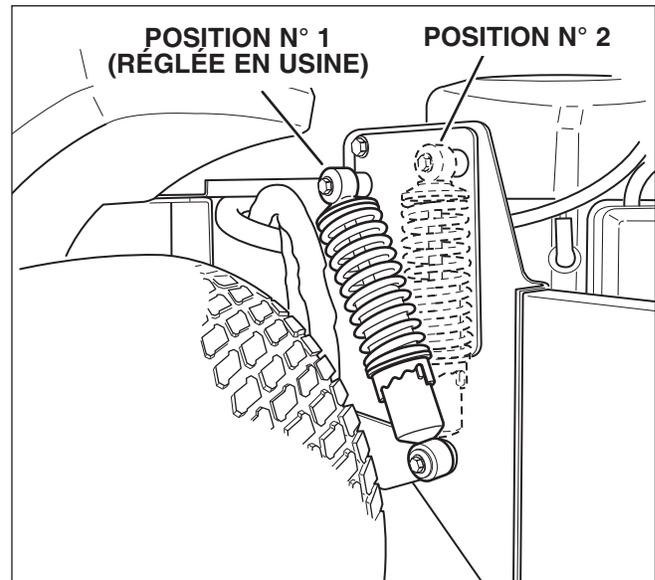

Figure 16. Réglage de la suspension
4. Voir figure 16. À l'aide de la clé anglaise fournie (réf. 5022853), insérer la pointe de la clé dans le cran de l'ajusteur de précharge. Tout en tenant la clé des deux mains, tourner **DANS LE SENS DES AIGUILLES D'UNE MONTRE** pour diminuer la précharge, tourner **DANS LE SENS CONTRAIRE DES AIGUILLES D'UNE MONTRE** pour augmenter la précharge. S'assurer que pour chaque paire d'amortisseurs, la droite et la gauche sont réglées à la même précharge.
4. Retirer la quincaillerie de fixation des amortisseurs supérieure et faire pivote l'amortisseur en position n° 2 (voir figure 16). Régler la chandelle pour aligner les supports amortisseurs sur les amortisseurs.